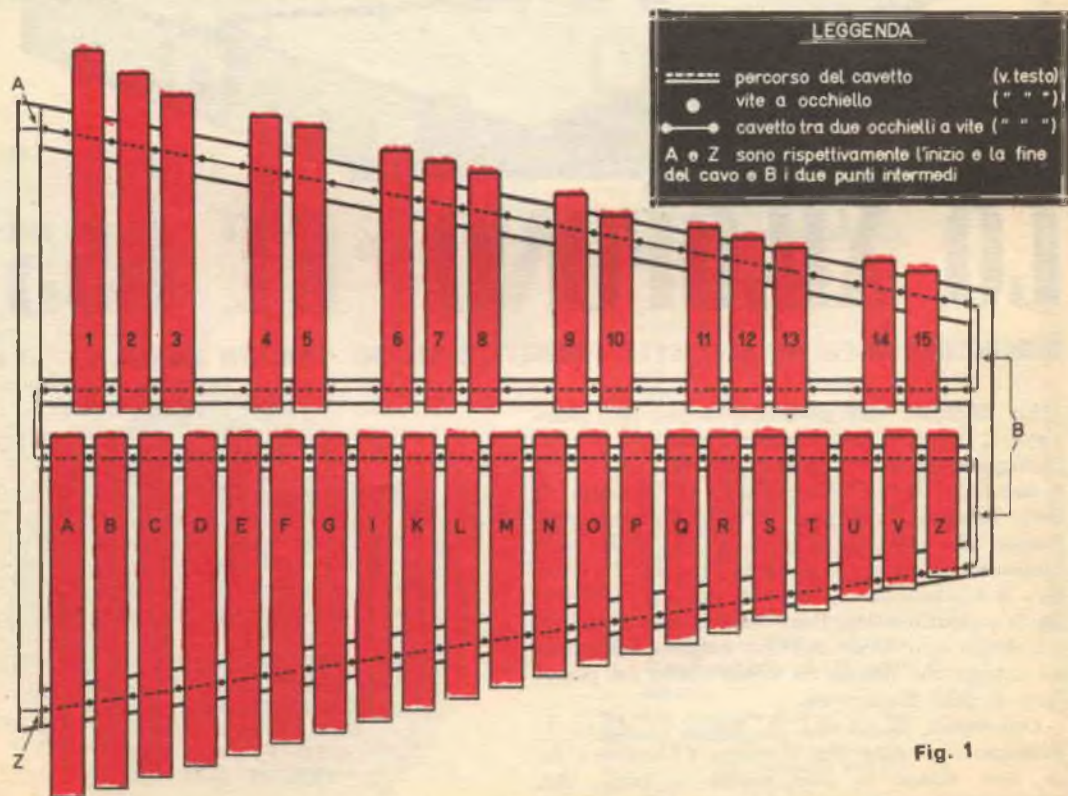

Fig. 1
e, con una matita bene appuntita, segneremo il punto dove avviteremo in seguito l'apposito occhio a vite (fig. 1: ogni punto nero equivale ad un occhio). Ad operazione ultimata, avremo segnati 90 punti nei quali, tolte le barrette, avviteremo provvisoriamente altrettanti occhielli a vite.
- 2) Costruiti i due martelletti visibili nelle fotografie mediante due tondini di legno alla cui estremità fisseremo due palline di legno del diametro di circa cm 3,5, cominceremo, battendo ogni nota a cominciare dalla prima (A della II serie in basso di fig. 1), a verificare se ogni sbarretta dà il suono voluto e indicato nelle tabelle A e B e che l'amico musicista ripeterà col suo strumento.
riverà alla nota A (FA naturale) senza mai interrompere la corda stessa e procedendo in questo modo (v. fig. 1).